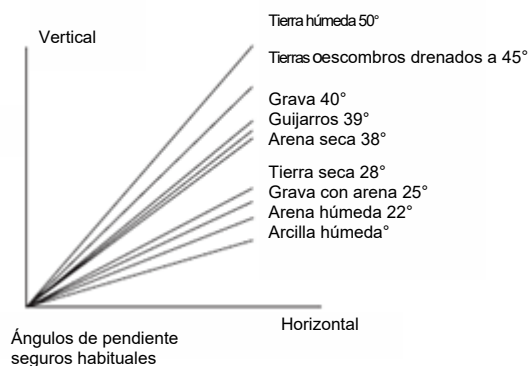

Fig. 4
- **La inclinación y el banqueo** son otro medio de proteger a los trabajadores de los peligros de derrumbes. La inclinación es un método para recortar las paredes de la zanja en un ángulo tal que existan pocas posibilidades de derrumbe. Se conoce como "ángulo de reposo" y debería ser adecuado para el tipo de suelo. Véase fig. 4